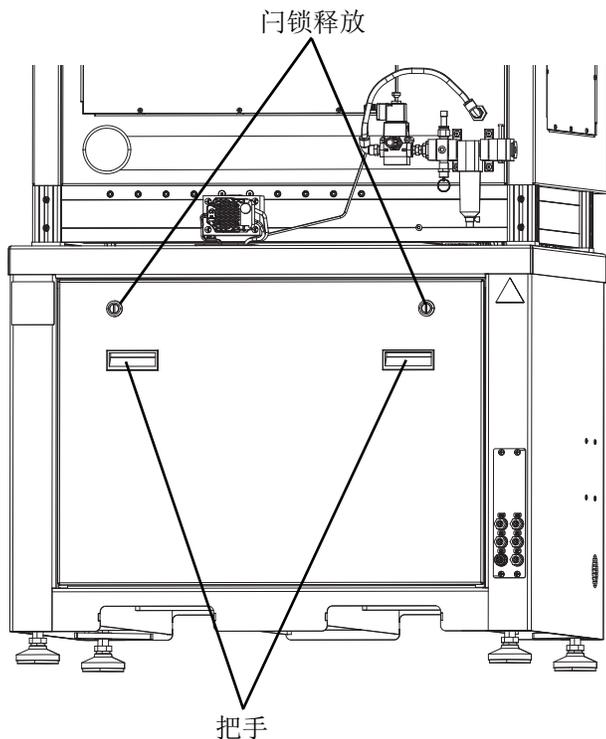

图 17: C-300 后面板
2. 使用大型平头螺丝刀或类似工具将后面板上的两个门锁逆时针旋转 1/4 圈。这将释放面板。参见图 17。